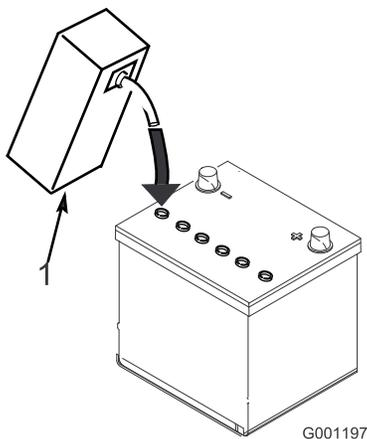

Figura 5
- Encha cuidadosamente cada célula com electrólito até as placas estarem cobertas com cerca de 6 mm de fluido (Figura 5).
- Aguarde aproximadamente 20 a 30 minutos para que as placas fiquem embebidas em electrólito. Se necessário, volte a colocar electrólito até ficar cerca de 6 mm acima do fundo do depósito de enchimento (Figura 5).